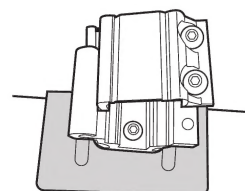

fig. 2
- 6** Afloje los pernos hexagonales de la tapa. (fig.2)